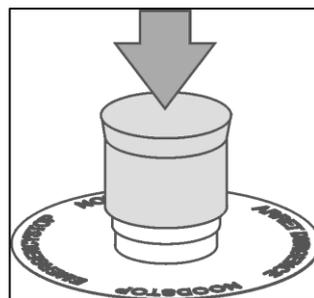

Abb. 5-1
- 1. Drücken Sie auf die rote Kappe des NOT-AUS-Schalters (Abb. 5-1). *Die rote Kappe rastet in der gedrückten Stellung ein. Die Maschine stoppt sofort.*
1. Drücken Sie auf die rote Kappe des NOT-AUS-Schalters (Abb. 5-1).